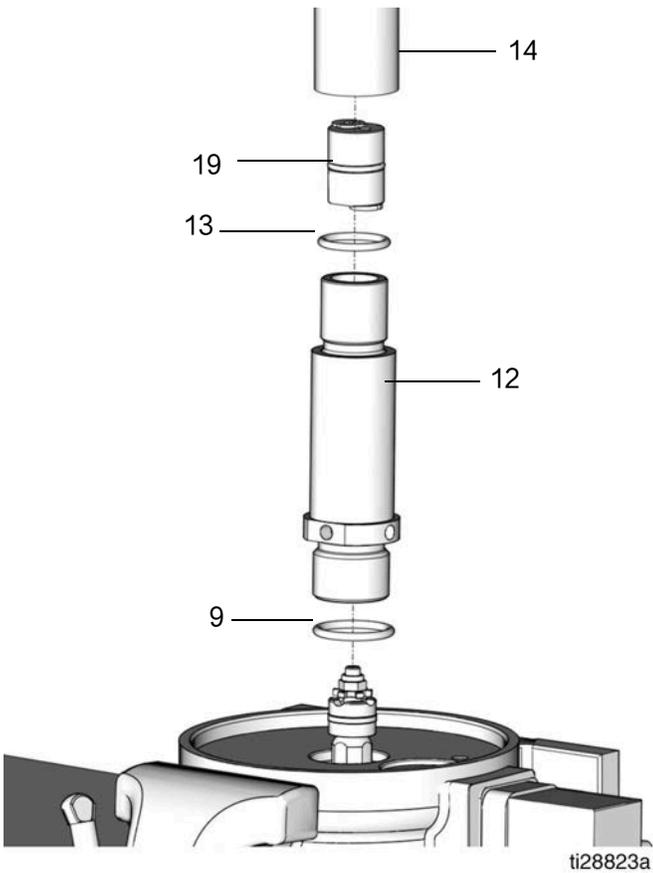

图 37
在出口管 O 形圈 (13) 和泵气缸 O 形圈 (9) 上涂抹薄一层润滑脂, 将 O 形圈安装在出口管 (14) 和泵气缸 (12) 上 (图 37)。